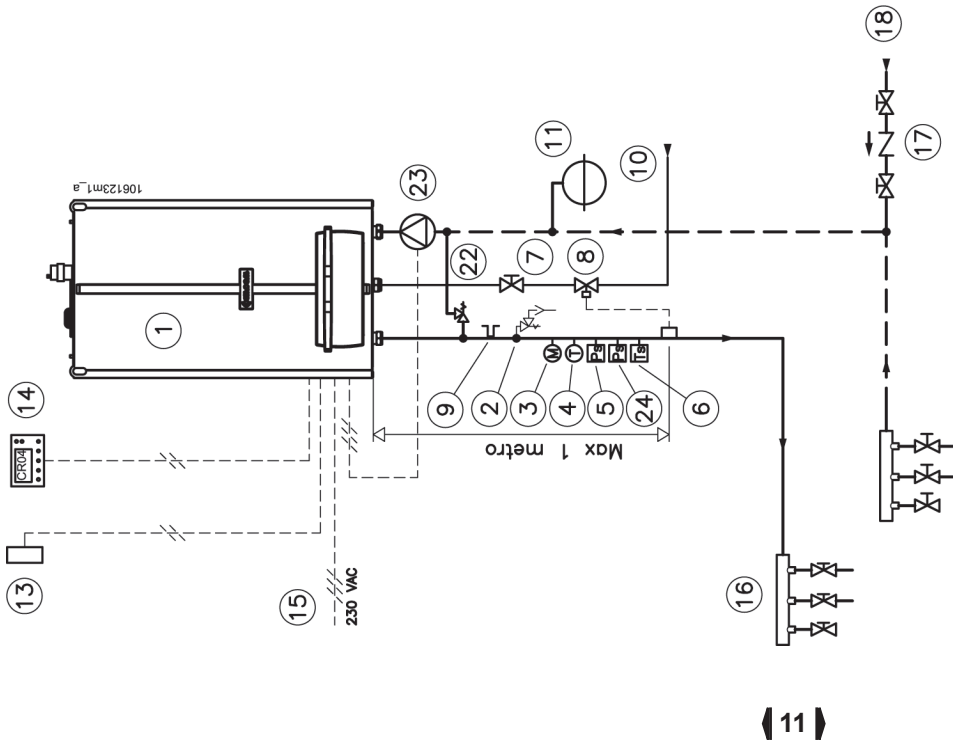

Рисунок 6 - Схема базового подключения котла
Котел Модели NOVADENS 45А изобретен специально без встроенного циркуляционного насоса, что дает возможность специалисту установить любой тип насоса, в том числе и модулирующий. Единственное требование при этом необходимость установки by-pass (см.рис. 6, 7, 8 и 9 поз. "22"), при любой схеме подключения к котлу. Обязательно также соблюдать условие циркуляции воды 600 л/ч.
- **NOVADENS 45**. С этим типом котла можно реализовать систему только для централизованного отопления (см. рис. 6, 8 и 10) или систему для централизованного отопления и производства ГВС (см.рис. 7, 9 и 11). В обоих случаях система централизованного отопления может быть как для высокой так и для низкой температуры (см.гл. 5.6 регулировка котла).
- **NOVADENS 45A**. Различие между моделями "45" и "45А" состоит в отсутствие циркуляционный насоса для контура отопления в модели "45А". Поэтому необходимо выполнить часть контура отопления, которая бы превидела подключение циркуляционного насоса и возможного подсоединения регулируемого by-pass (см.рис.6, 7, 8, 9 и 10 поз. 22). С этим котлом можно реализовать контур только на централизованное отопление (см.рис.6, 8, и 10) или контур централизованного отопления и производства ГВС (см. рис.7, 9, 11). В обоих случаях контур отопления может работать как для высокой так и для низкой температуры (см. гл.5.6 регулировка котла).